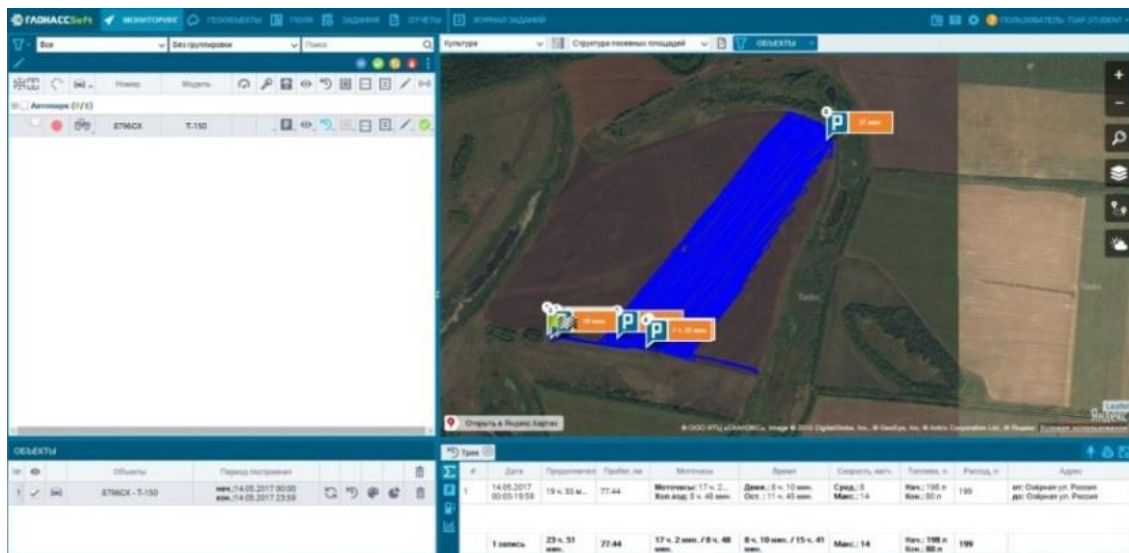
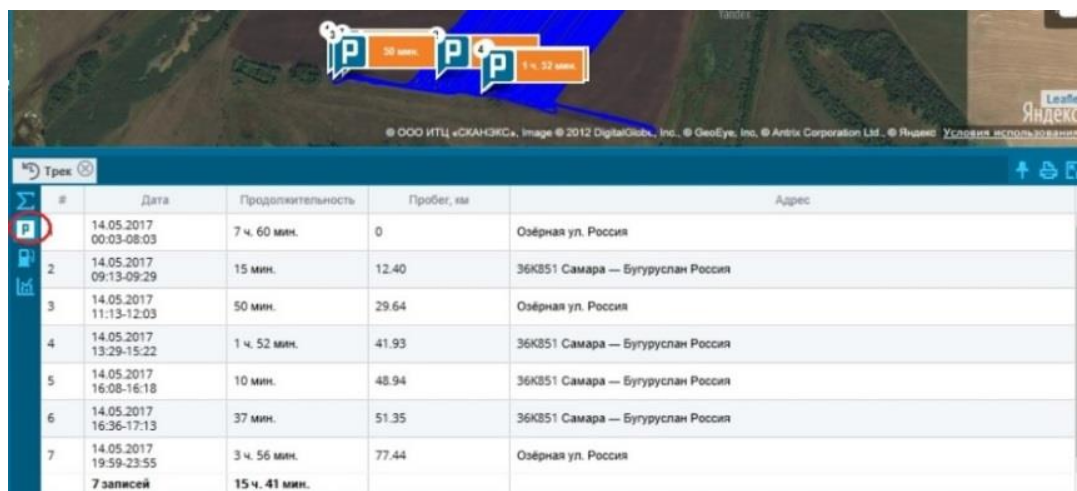
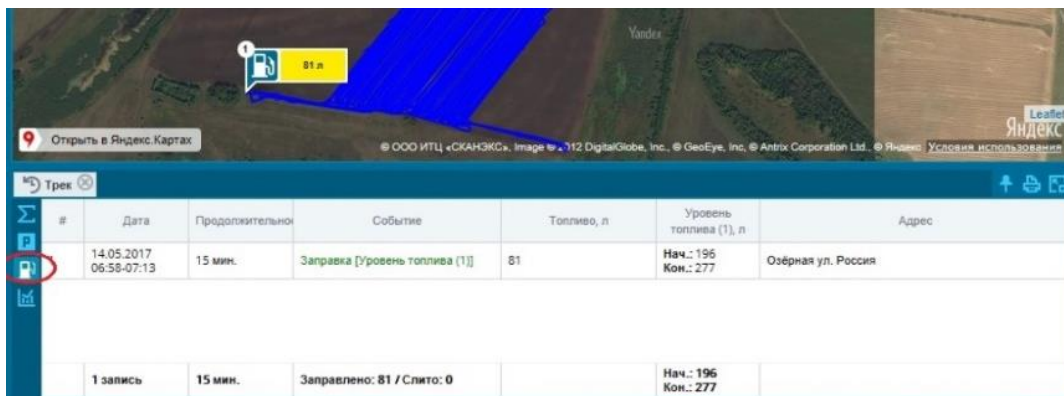

Рисунок 2.25 – Сводная информация
Рисунок 2.26 – Информация о стоянках/остановках
Рисунок 2.27 – Информация о заправках/сливах топлива
9. Постройте историю активности объекта. Отчет содержит трек перемещений объекта, а в окне отчета – сводную информацию (рисунок 2.25), информацию о стоянках/остановках при клике на соответствующий значок (рисунок 2.26), информацию о заправках/сливах топлива (рисунок 2.27).